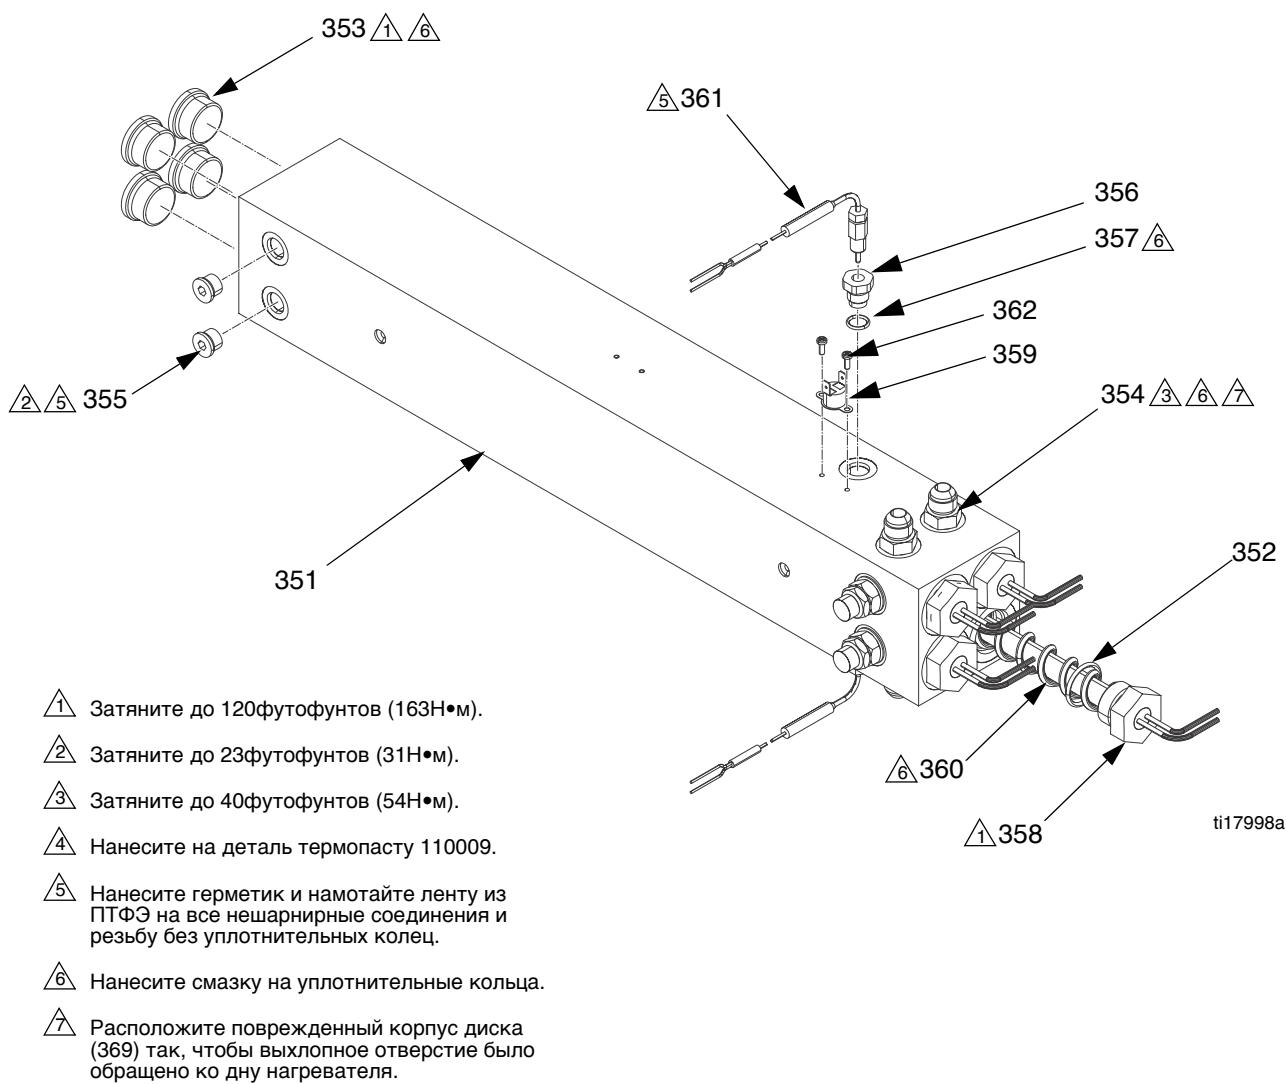

Рис. 7. Нагреватель для двух зон мощностью 6 кВт
5. См. Рис. 7. Отсоедините провода нагревательного элемента от соединительных зажимов нагревателя. Произведите проверку омметром.